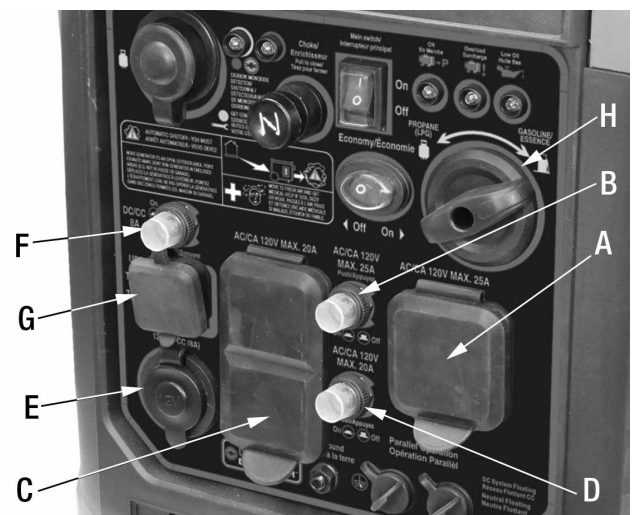

Figure 10
- **Sortie verrouillable 120V CA 30A -(A) FIG.10.** Cette prise verrouillable (Twist lock) de 120V est une prise NEMA L5-30 et nécessite une prise NEMA L5-30 (non fournie) pour effectuer la connexion. Si vous n'êtes pas certain de l'utilisation, contactez un électricien qualifié. Branchez l'adaptateur Nema L5-30P à TT30R de VR inclus pour l'utiliser avec le câble VR.
- **DISJONCTEUR 120V CA 25A -(B) FIG.10.** Advenant une surcharge, le disjoncteur (B) Fig.10 ou le détecteur de surcharge de l'inverseur "sautera" pour protéger le circuit, ce qui provoquera l'arrêt immédiat de la génératrice. Débranchez tous les appareils du panneau de contrôle. Appuyez sur le disjoncteur "sauté" et redémarrez la génératrice.
- **SORTIES DUPLEXE 120V CA 20A -(C) FIG.10.** Pour usage normale sur 120V, branchez votre appareil ou une rallonge dans une des prises.
- **DISJONCTEUR 120V CA 20A -(D) FIG.10.** Advenant une surcharge, le disjoncteur (D) Fig.10 ou le détecteur de surcharge de l'inverseur "sautera" pour protéger le circuit, ce qui provoquera l'arrêt immédiat de la génératrice. Débranchez tous les appareils du panneau de contrôle. Appuyez sur le disjoncteur "sauté" et redémarrez la génératrice.
- **PRISE ALLUME-CIGARETTE DE 12V CC -(E) FIG.10.** Branchez un appareil alimenté par 12V CC pour l'opérer ou le charger.
- **DISJONCTEUR 8A CC -(F) FIG.10.** Advenant une surcharge lorsque vous utilisez la prise 12V, le disjoncteur (F) Fig.10 ou le détecteur de surcharge de l'inverseur "sautera" pour protéger le circuit, ce qui provoquera l'arrêt immédiat de la génératrice. Débranchez tous les appareils du panneau de contrôle. Appuyez sur le disjoncteur "sauté" et redémarrez la génératrice.
- **PORTS USB -(G) FIG.10.** Branchez un appareil alimenté par câble USB pour l'opérer ou le charger.
- **SÉLECTEUR DE CARBURANT -(H) FIG.10.** Avant de démarrer la génératrice, tournez le sélecteur de carburant pour sélectionner la source de carburant à utiliser, soit l'essence ou le propane. Puis démarrez la génératrice.